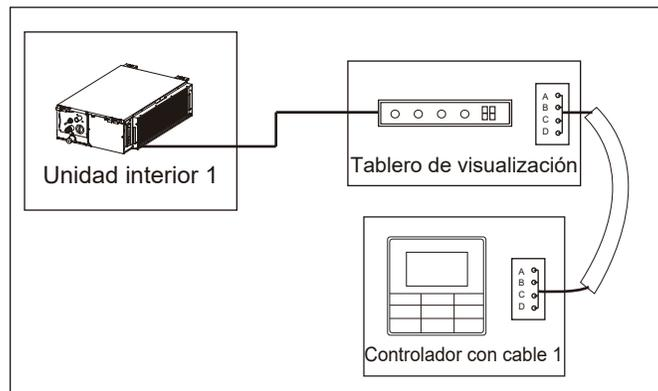

Figura 39
- Utilice 1 controlador con cable para controlar 1 unidad interior (vea la Figura 39).